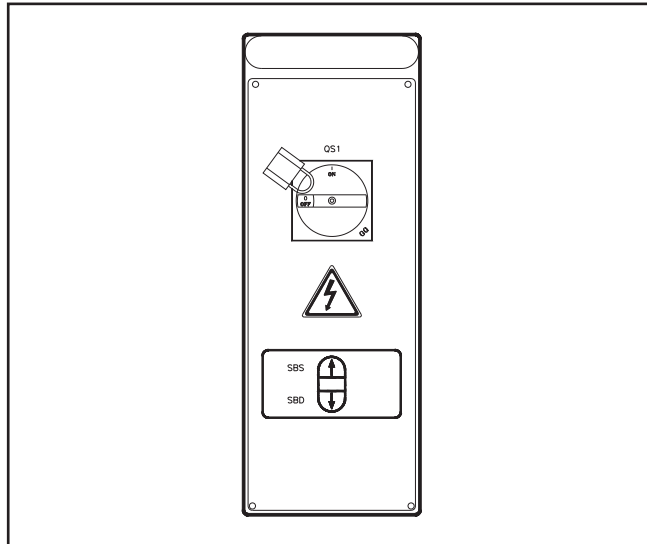

Fig. 57 - Abb.57
- l'interruttore generale sul quadro deve essere bloccato **IN POSIZIONE "0"** mediante un **LUCCHETTO** (Fig.57).
- the master switch on the panel must be locked to **POSITION "0"** with a **LOCKOUT** (Fig.57).
- l'interrupteur général du coffret de commande doit être bloqué **EN POSITION "0"** au moyen d'un **CADENAS** (fig. 57)
- der Schalter auf dem Schaltkasten muss in **POSITION "0" DURCH EIN VORHÄNGESCHLOSS** blockiert werden. Siehe Abb.57.
- interruptor general del cuadro de mandos debe estar bloqueado **EN LA POSICIÓN "0"** mediante un **CANDADO** (Fig.57).